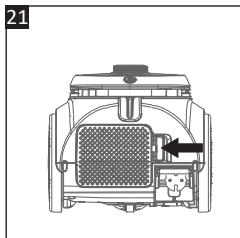

Fig. 21
2. En la parte posterior de la aspiradora, empuje la lengüeta de la tapa de salida de aire (25) hacia la izquierda para desbloquearla y quitarla (**Fig. 21**).